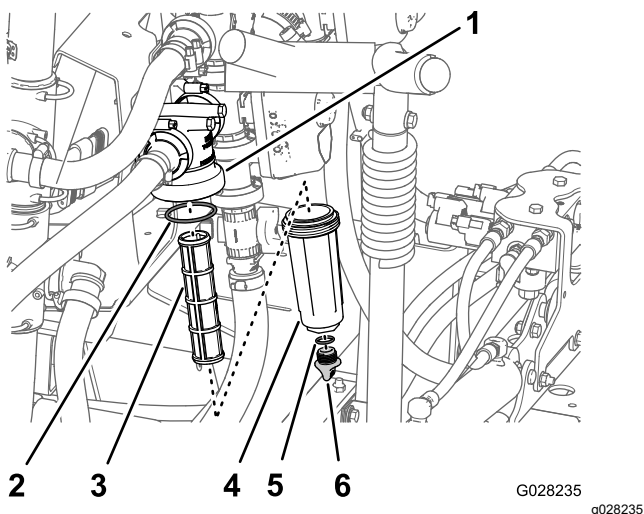

Figure 51
2. Placez un bac de vidange sous le filtre de pression (Figure 51).
3. Tournez le bouchon de vidange dans le sens antihoraire et retirez-le de la cuvette du filtre de pression (Figure 51).
4. Tournez la cuvette dans le sens antihoraire et déposez la tête du filtre (Figure 51).
5. Retirez l'élément du filtre de pression (Figure 51).
7. Contrôlez l'état et l'usure du joint du bouchon de vidange (à l'intérieur de la cuvette) et du joint de la cuvette (à l'intérieur de la tête du filtre) (Figure 51).
8. Placez l'élément dans la tête du filtre de pression (Figure 51).
9. Vissez la cuvette sur la tête du filtre et serrez-la à la main (Figure 51).
10. Vissez le bouchon de vidange sur le raccord au fond de la cuvette et serrez-le à la main (Figure 51).